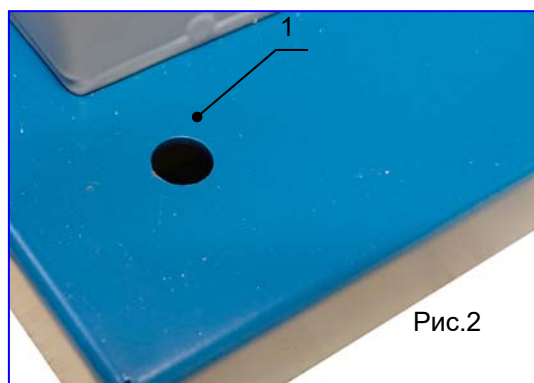

Рис.2
- Зафиксируйте станину станка на полу через четыре крепежных отверстия (поз.1, рис.2) при помощи анкерных болтов.